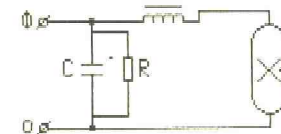

Рис.3
5.2. Подключение проводов сети производится к проводам выходящим из светильника согласно схемы включения (рис.3), при этом нулевой провод сети подключить к проводу, маркированному синей краской, а заземляющий провод – к проводу заземления желто-зеленого цвета.